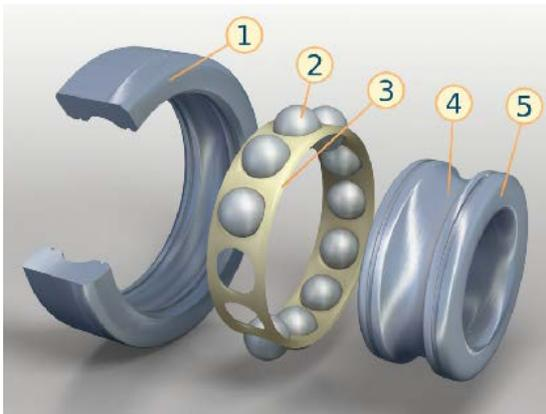

Рис.8.
15. Объясните устройство шарикового подшипника (Рис.8).